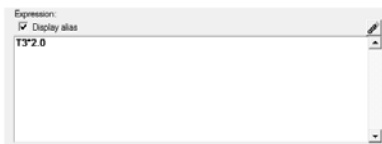

图 13-61 输入应力表达式
(1) 在 Results Browser 中的空白处单击右键，在弹出菜单中依次选择 Create > Derived Result。
(2) 在弹出对话框的 Label 中输入 Double Stress。
(3) 在 Table 中选择 Stress。
(4) 单击 Insert 按钮将该应力添加到表达式。
(5) 在 Expression 框中输入如图 13-61 所示。
(6) 单击 OK 按钮。
(7) 在 Results Browser 中依次展开文件夹 Results>Tensor。